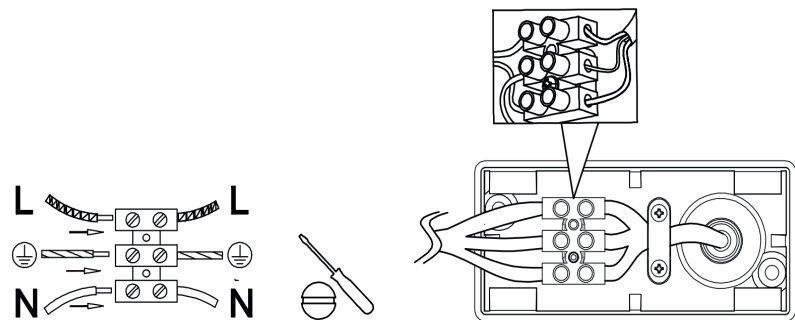

рис.1
- Выведите к месту установки провода питания 220-240В 50Гц, в том числе провод заземления, подключите прожектор (см.рис.1);